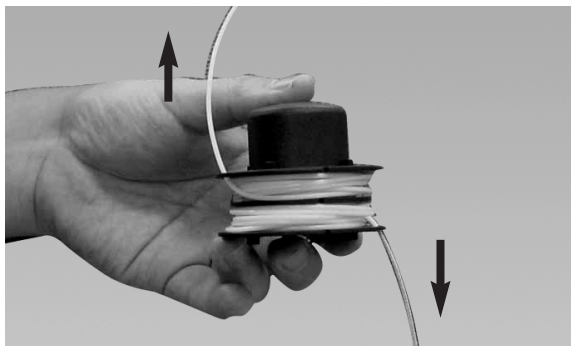
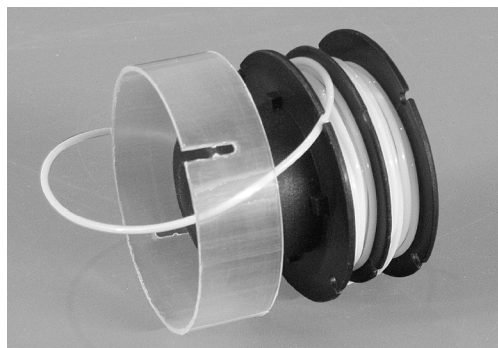
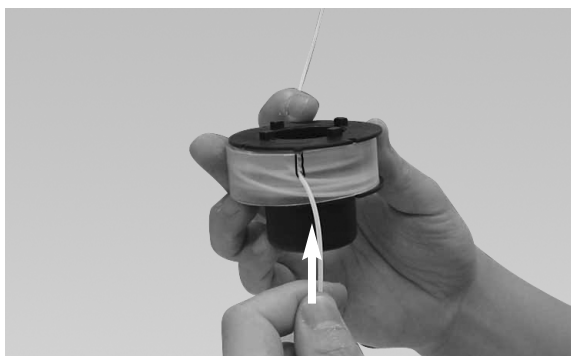
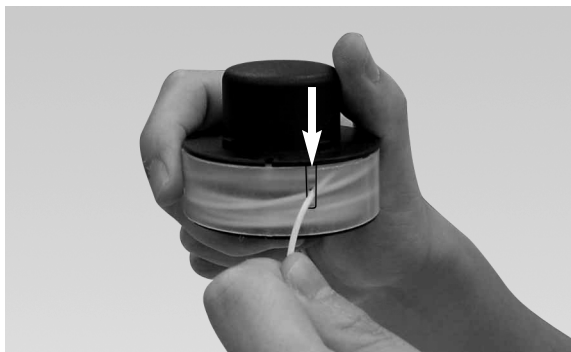

Fig. 23
Fig. 24
Fig. 25
Fig. 26
6. Installez le bout du fil dans l'orifice opposé (Fig. 23). Replacez le support transparent (Fig. 24). Tirez le fil de dessous et le fixez dans l'orifice en dessous du support transparent (Fig. 25). Tirez le fil de dessus et le fixez dans l'orifice en dessus du support transparent. (Fig. 26)